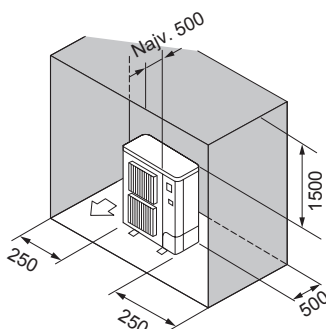

Fig. 2-11
- ⑥ Prepreke samo na stražnjoj strani, bočno i odozgo (Fig. 2-11)